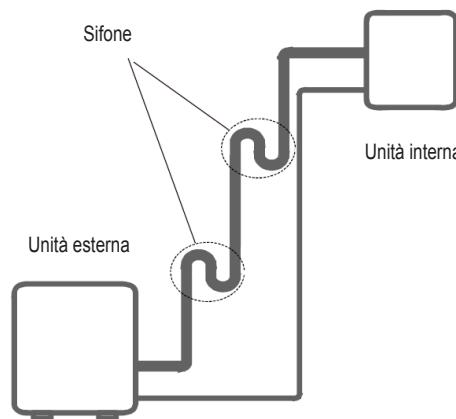

fig. 4 -
**Unità esterna posta in basso ed unità interna in alto ("fig. 4 -").**